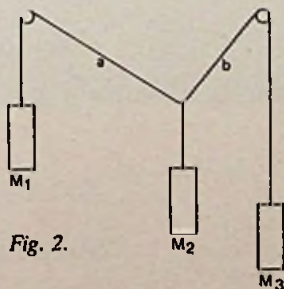

Fig. 2.
4. Over twee op gelijke hoogte geplaatste, wrijvingsloze katrollen is een massaloos slap koord geslagen met 3 gewichten, waarvan de massa's zich verhouden als $M_1 : M_2 : M_3 = 3 : 5 : 4$ (zie fig. 2).